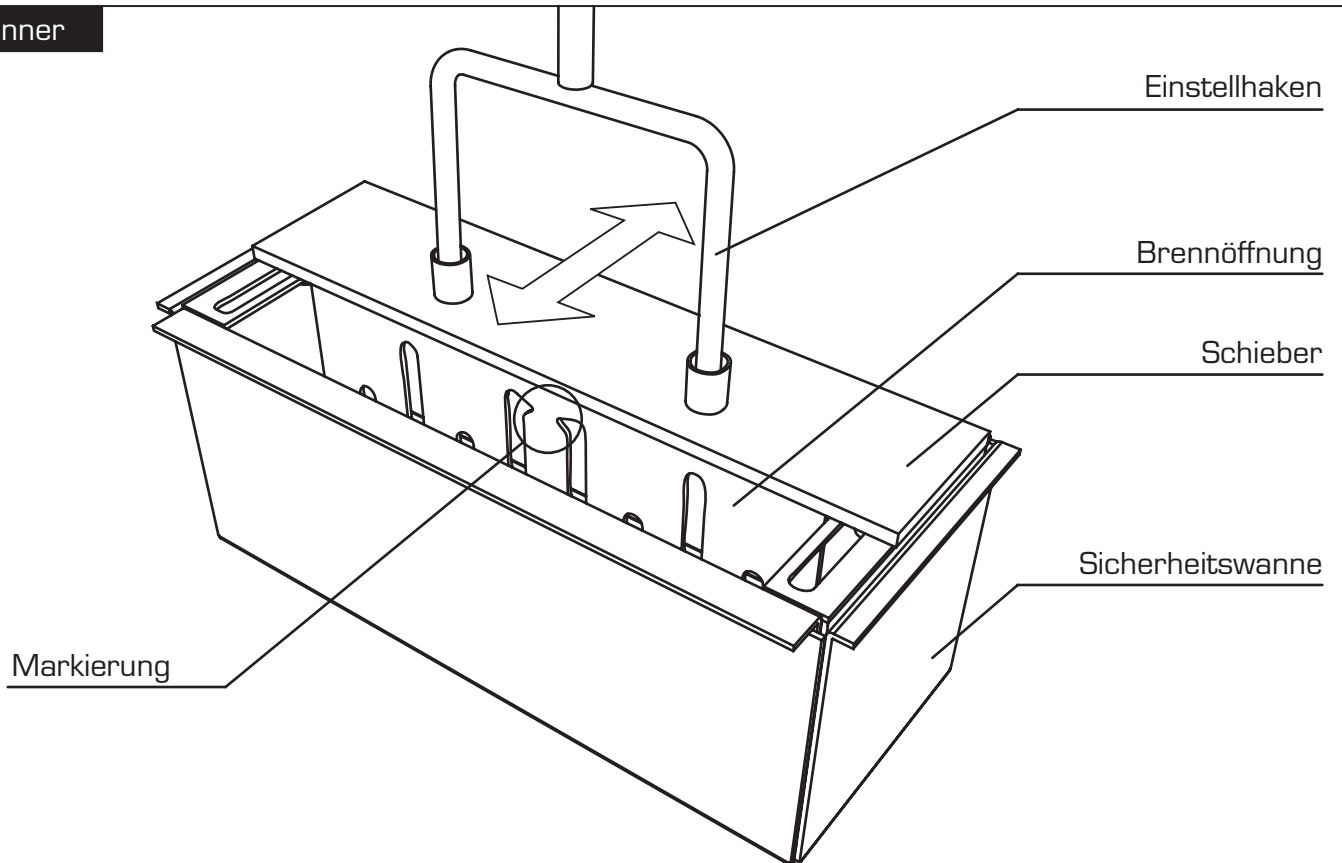

Abb. 10
- Den Schieber des Brenners B unter Zuhilfenahme des Einstellhakens I vollständig öffnen (siehe Abb. 10).
- Den Brenner B unter Zuhilfenahme des Trichters J bis zur Markierung (siehe Abb.10) mit Brennstoff L füllen (maximale Füllmengen Kamine 65174, 65185: 0,9 Liter, maximale Füllmenge Kamin 65184: 1,4 Liter).
- Hat der Brenner B nach ca. 15 Minuten Betriebstemperatur erreicht, die Flamme durch Regulieren des Schiebers mit dem Einstellhakens I auf die gewünschte Höhe einstellen (siehe Abb. 10).